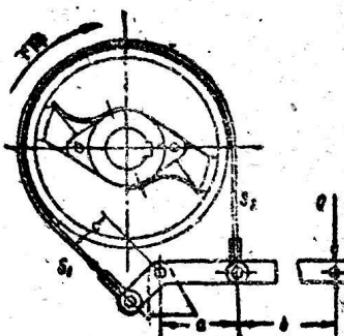

图 7 差动带式制動器
(2) 差动帶式制動器：如图 7。制動帶的两端都固定在制動杠杆上，而两个固定点各在制動杠杆轉軸的两边。这种制動与上述简单帶式制動器一样，也不能用作双向制動。这种制動器在制動时，容易发生較大的冲击，松开制動帶的时候，制動帶与制動輪之間間隙很小。这种制動器只用在不能采用简单帶式制動器的情况下，在电动絞車中很少用。